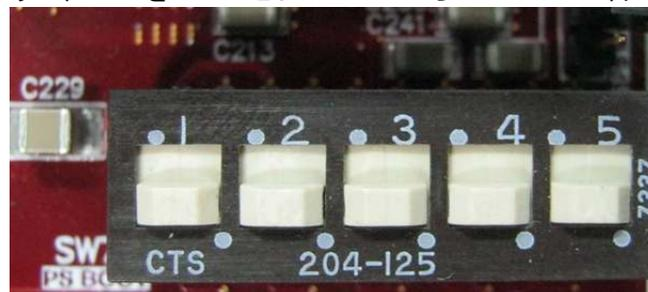

図 2-3: Zynq Mini-ITX では SW7 を”00000”として JTAG からの PS コンフィグレーションに設定
- (b-1) 図 2-3 に示すように、SW7 を”0000”として JTAG からの PS コンフィグレーション・モードとします